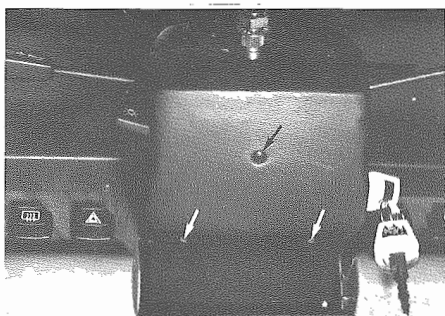

Fig. 10 - Viti fissaggio
- Smontare i semigusci rivestimento piantone (Fig. 10).
- Remove the two halves of column covers (Fig. 10).